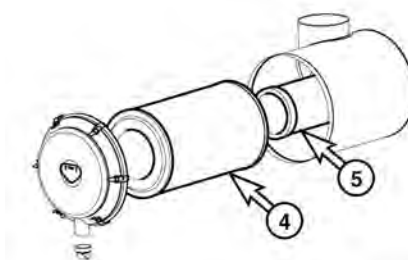

Рис. 98
5. Снять внутренний фильтр (5, рис. 98).